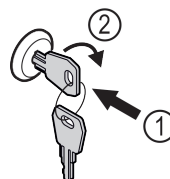

Fig. 196 Primjer izgleda
- ▶ Uvucite ključ Fig. 196 (1).
- ▶ Okrenite ključ za 90° nadesno Fig. 196 (2).